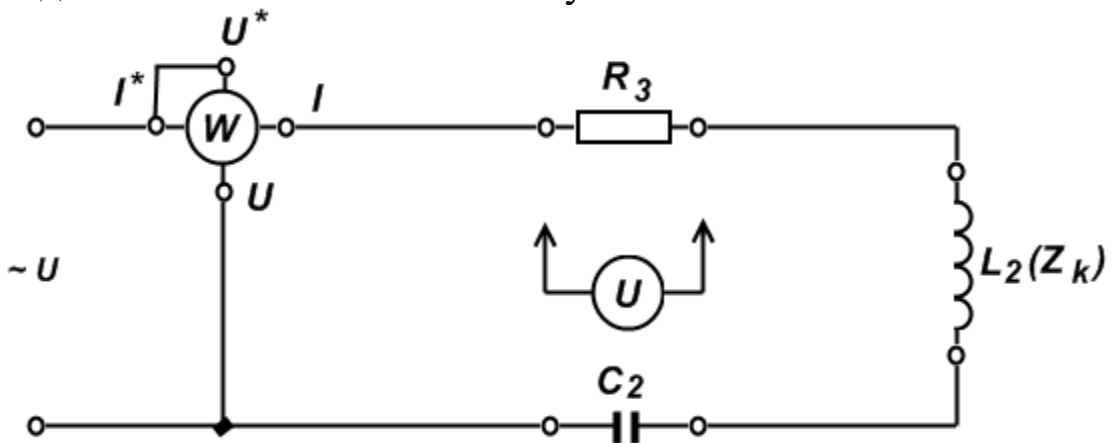

Рис. 3.Схема для исследования последовательной цепи переменного тока, содержащей резистор, индуктивную катушку и конденсатор
8. Собрать электрическую схему (рис. 3) и представить на проверку преподавателю. ЛАТР вывести в нулевое положение.